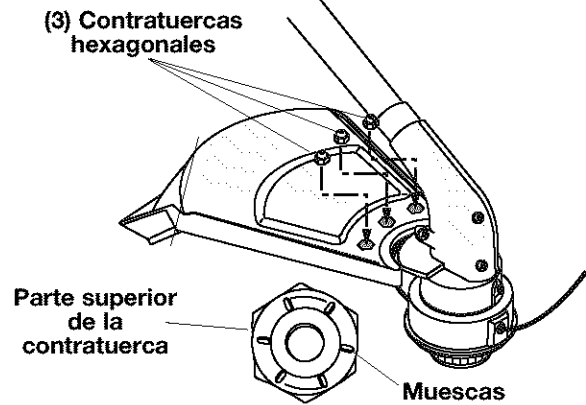

Fig. 5
2. Coloque una contratuerca hexagonal en uno de los tres orificios cóncavos de la parte superior del protector accesorio de corte (Fig. 5).